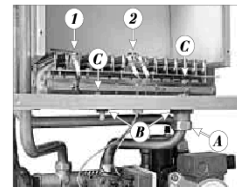

Рис. 19 – Монтаж горелки
- отсоедините проводники ионизационной (1) и зажигающей (2) электродов от автоматики зажигания;
- выверните гайку (A) (не потеряйте металлический прокладочный кружок, используется при обратном монтаже). Выверните жестяные гайки (B), прикрепляющие доску горелки к камере сгорания и уклоните трубку между горелкой и газовым клапаном, как приведено на рис. 19;
- выверните винты (C), которыми укреплена доска горелки;